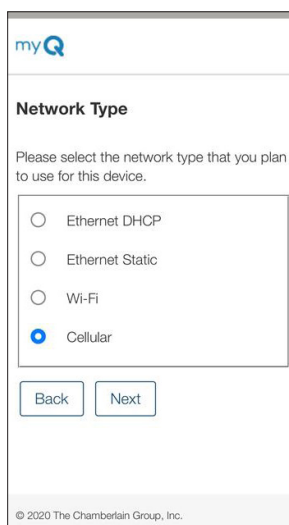

Figura 3
6. Seleccione Celular (Celular) y haga clic en "Next" (Siguiente). (Vea la Figura 3)